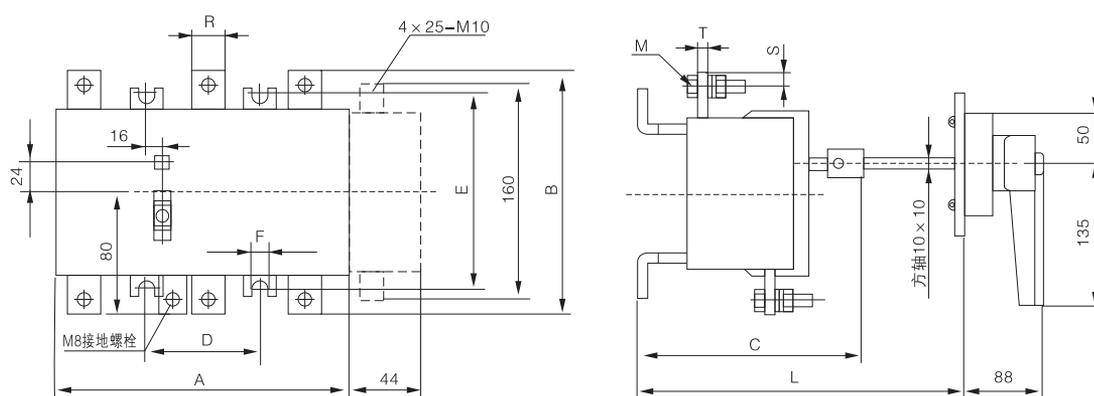

图12 CFH15(HH15)-630、1000/□P隔离开关外形尺寸及安装尺寸
b)将一轴套套在方轴上，并保证一端的尺寸不小于表8中的C值，然后拧紧轴套上的紧固螺钉(见图12的a)；
c)将尺寸不小于C值的一端方轴垂直插入支架中心孔，把另一轴套从下方套入方轴，再将方轴下端穿入齿轮孔，然后将轴套上端面贴近支架中心孔下端面拧紧螺钉固定(见图12的b和c)。